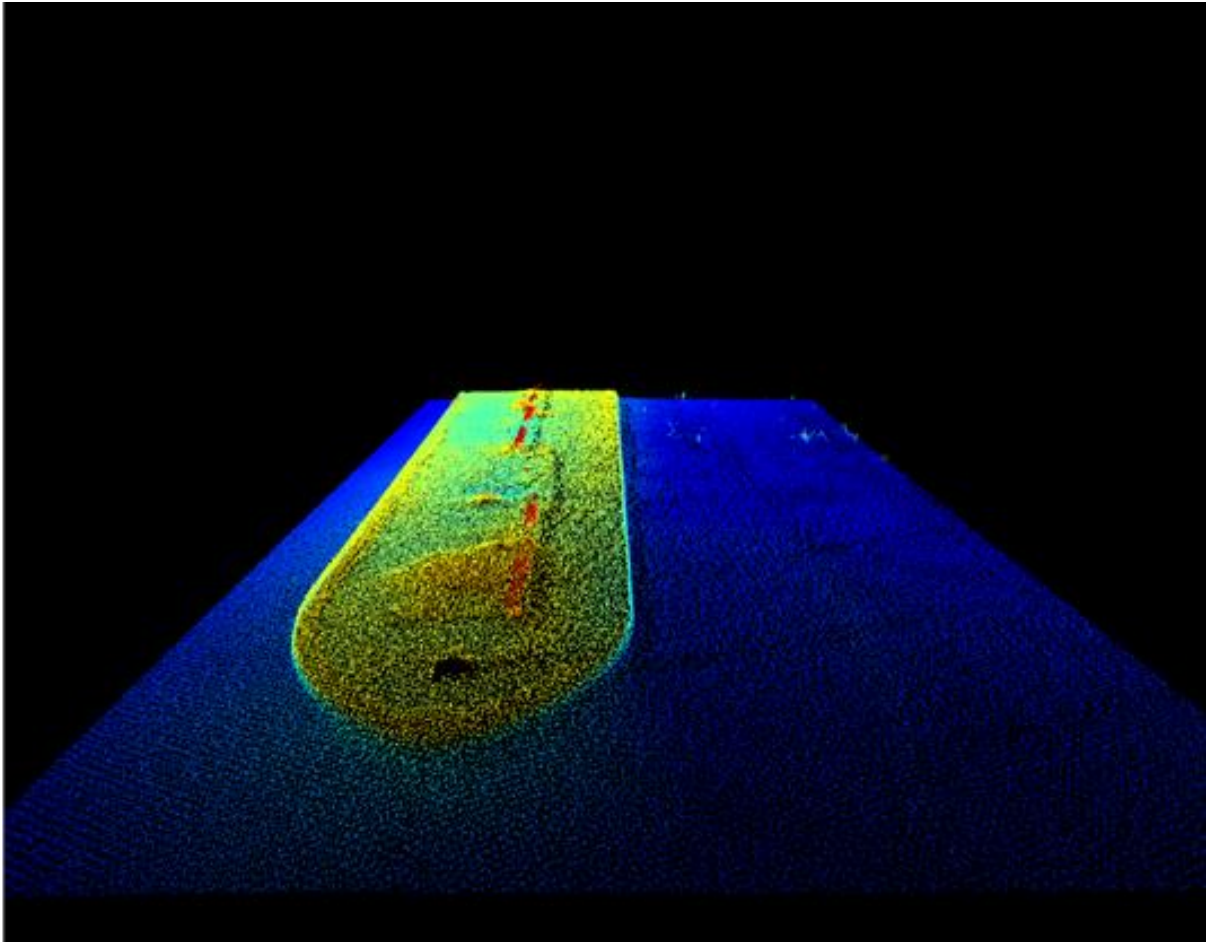

Bild 2: Die extrahierten Bodenpunkte aus der Original-Punktwolke, eingefärbt nach Höhe (blau = tief, rot = hoch)
Bild 2: Flächenhafte Darstellung von Bodenradar-Daten in der Tiefe von 140cm (1) bis 180cm (4). Das reflektierte Signal eines länglichen Objektes ist in diesen vier Schichten gut zu erkennen, so wie auch das Auseinandergehen der hyperbolischen Schenkel und deren Verblässen in die Tiefe hinein [Quelle: geoprosectors)
Damit der nachfolgende Rechenaufwand möglichst gering gehalten wird, sollte im nächsten Schritt eine zweite Punktwolke nur mit der Zielklasse aus der Ersten exportiert werden (Bild2). Die Reduktion der Gesamtzahl der Punkte führt zu einer deutlichen Reduktion des Rechenaufwands.